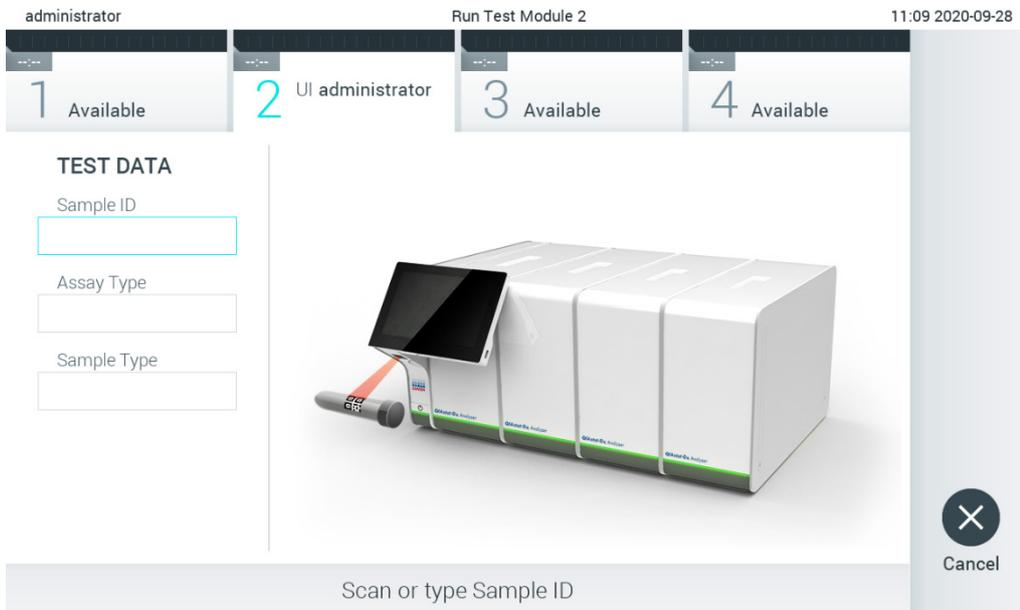

Figure 82. Lisez le code à barres d'identification de l'échantillon
2. Lorsque vous y êtes invité, lisez le code à barres d'identification de l'échantillon à l'aide du lecteur de codes à barres intégré au module opérationnel (Figure 82).